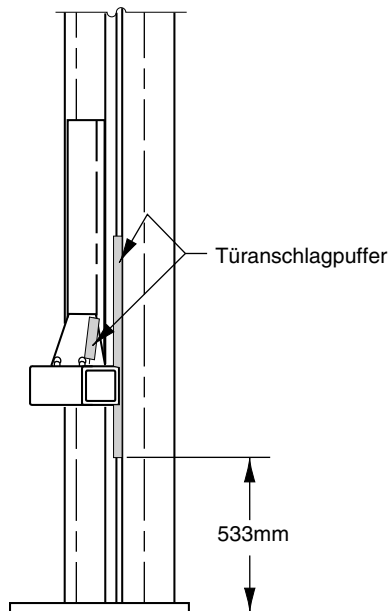

Abb. 32
- 1) Die Puffer an Säulenkante und Schlitten drücken, Abb. 32.
Hinweis: Abhängig vom verwendeten Fahrzeugtyp müssen die Türanschlagpuffer möglicherweise an verschiedenen Stellen angebracht werden. Abb. 32 zeigt die empfehlenswerteste Stelle.